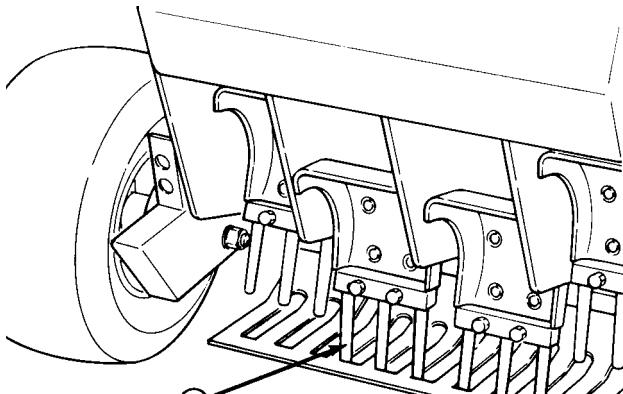

Bild 10
5. Die Befestigungsmutter auf 135,5 bis 149 Nm festziehen (Bild 10).